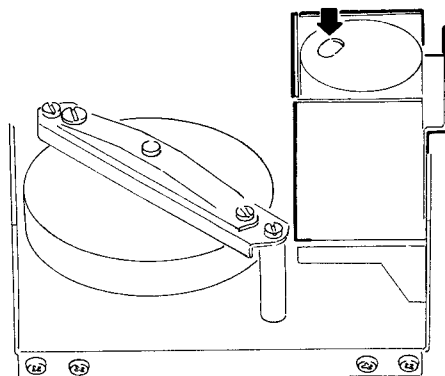

Abb. 8
- Bei laufender Cassette (PLAY) die Geschwindigkeit durch Verdrehen der Schraube (Schutzabdeckung mit Schraubenzieher durchstoßen) auf der Rückseite des Antriebmotors einstellen (Abb. 8). Zur besseren Zugänglichkeit kann die Platte VM 6/A hinter dem Antriebsmotor entfernt werden.